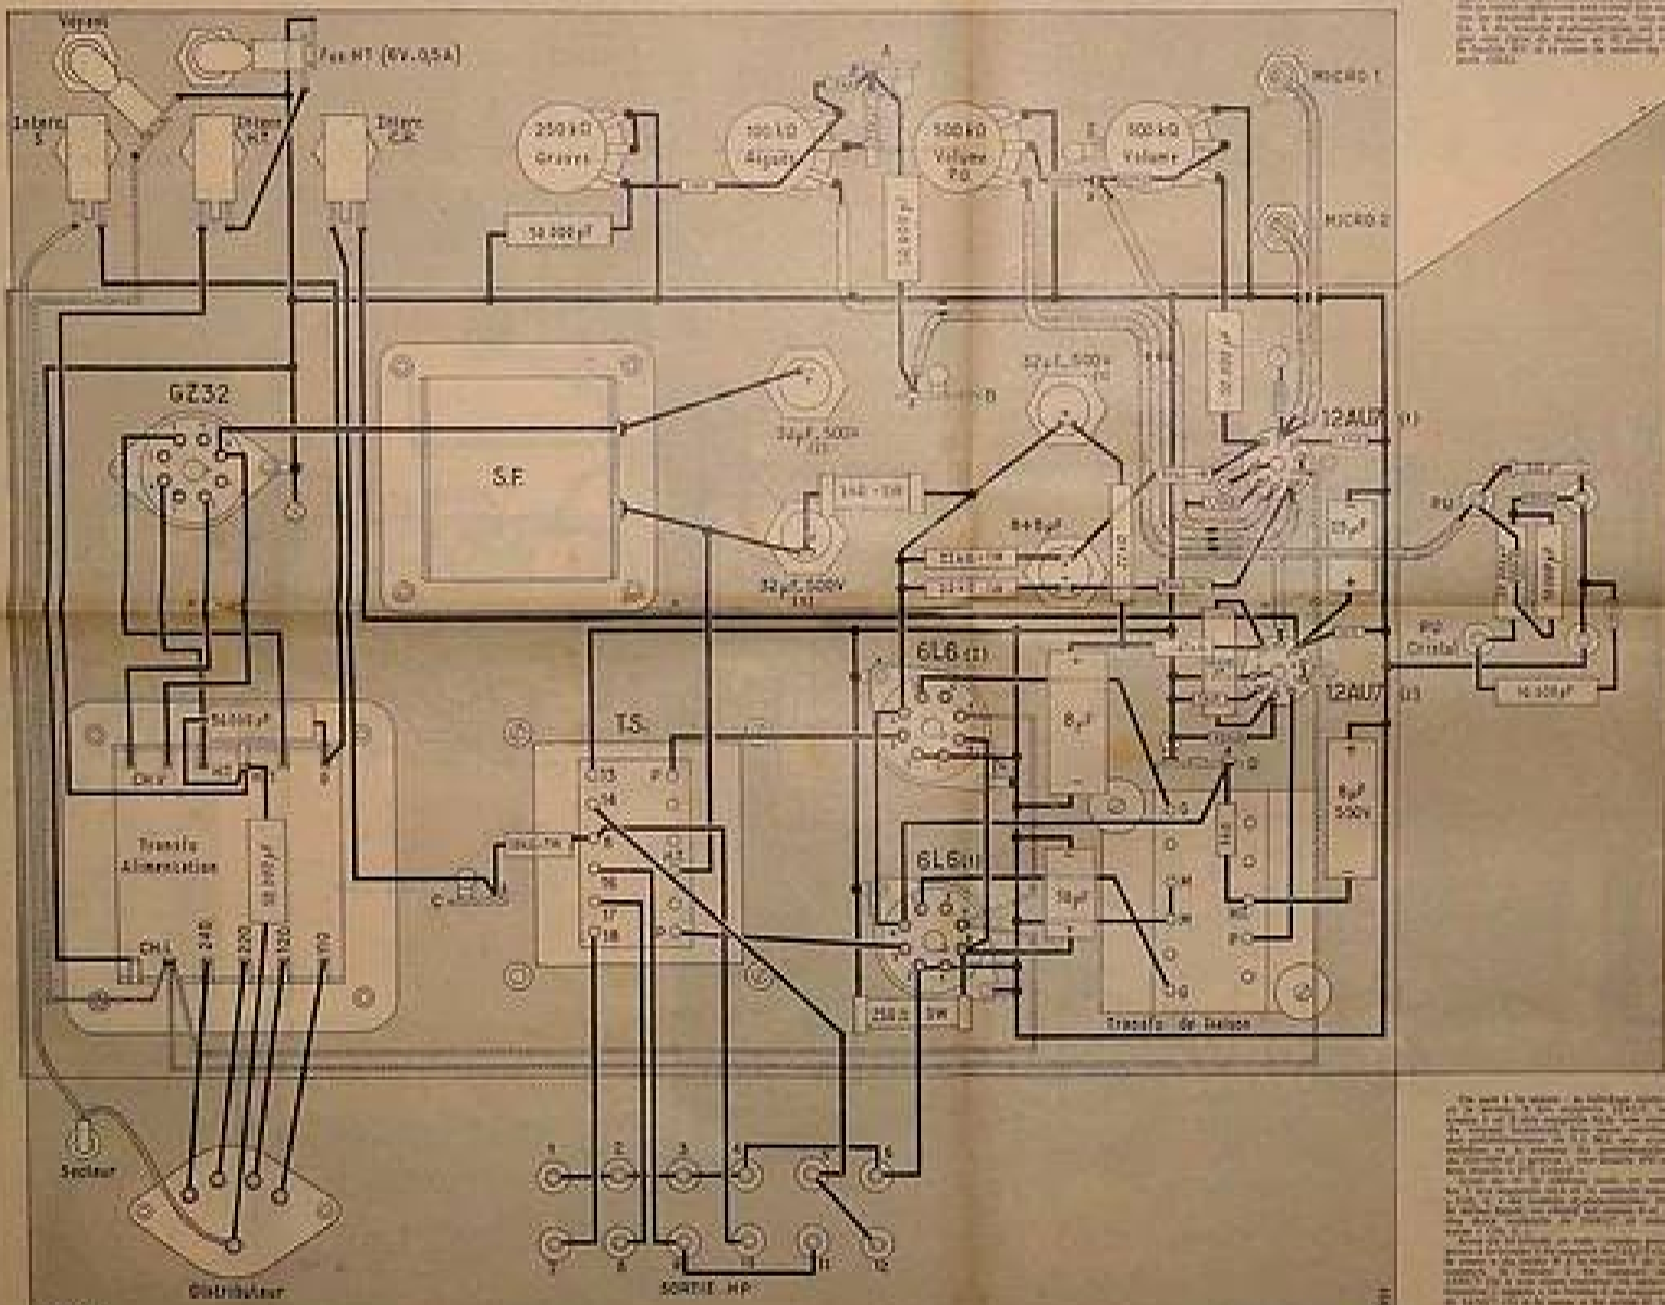

FIG. 2
Il se fait en deux étapes : d'abord la mise en place des pièces sur le châssis, puis le câblage. Pour effectuer l'une et l'autre, on consultera les figures 2 et 3 qui représentent les vues du dessous et du dessus du châssis avec toutes les connexions qui s'y rapportent.
Avec du fil de câblage isolé, on exécute la ligne d'alimentation des filaments. Toutes ces connexions doivent être contre la face interne du châssis. Avec du fil torsadé comme il est indiqué sur le plan figure 2, on réunit la seconde cosse « CH. L. » du transformateur d'alimentation aux broches 5 des supports EABC80, EF85, ECH81, EF80. Cette cosse « CH. L. » est aussi reliée à la broche 5, support EL84 (1), laquelle est connectée à la cosse d, relais A. La broche 5 du support EF80 est reliée à la broche 9 du support ECC82 (1), laquelle est reliée à la broche 9 du support de ECC82 (2). Cette broche 9 est connectée à la broche 4 au support EL84 (2) laquelle est connectée à la broche 4 du support de EL84 (3). La broche 5 du support ECH81 est réunie à la cosse e du relais D, laquelle est connectée à la cosse 6,3 V de la platine FM.